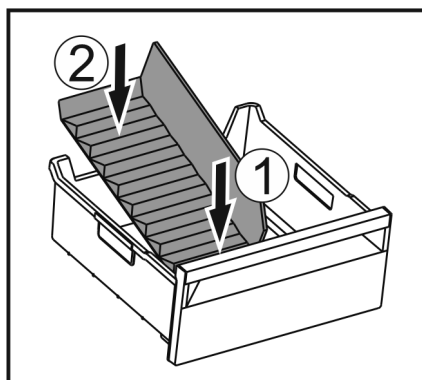

Fig. 116
- Vložte přední část přepážky přihrádky na led. Fig. 116 (1)
- Zadní část přepážky přihrádky na led spusťte až na dno zásuvky. Fig. 116 (2)